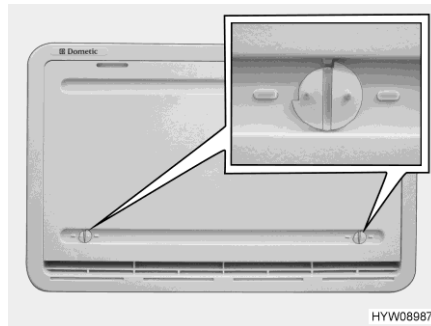

Bild 239 Vinterskydd
Vinterskydd När kylskåpet ska vara i drift vid låga utetemperaturer, rekommenderar tillverkaren användning av ett vinterskydd (Bild 239) för kylskåpets ventilationsgaller.
- Öppna båda lås (Bild 239) (noten står horisontellt).